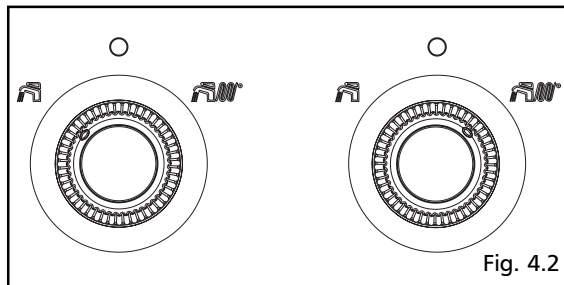

Fig. 4.2
- posizionare l'interruttore generale su acceso e il selettore di funzione su estate  o inverno  (fig. 4.2) a seconda del tipo di funzionamento prescelto. Nel caso in cui siano collegati ad un orologio programmatore o un termostato ambiente, è necessario che questi siano in po-